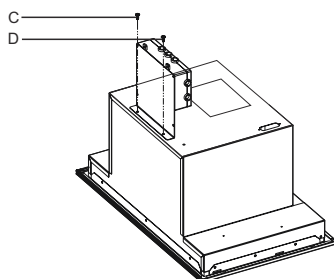

Fig. 12
2. ➔ Mettere la scatola del circuito che è stata rimossa sui punti C, D sul corpo della cappa (Fig. 12).